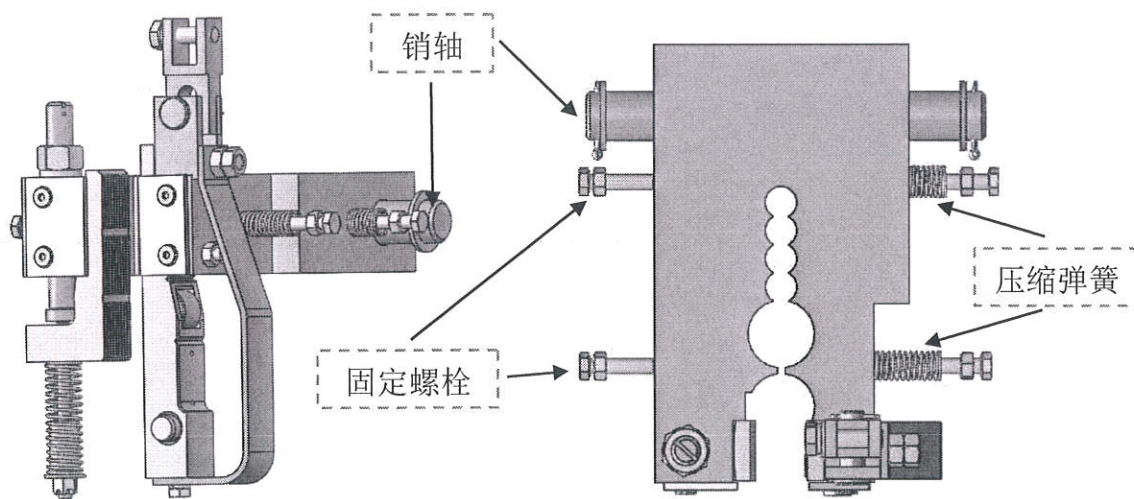

图 3 安全钳安装示意图
2.2.2.2 将安全钳钳口与导轨导向面方向保持一致，放入安装支架或底梁内，尾部用销轴固定，使安全钳可左右滑动，如图 3 所示。